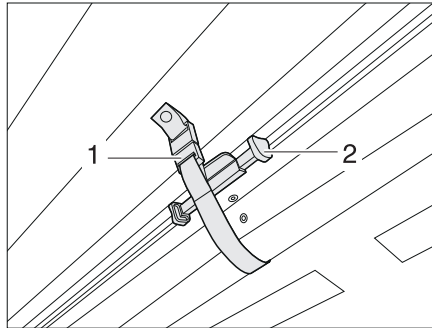

Fig. 13 Aseguramiento del estor plegable de la luna delantera
*Aseguramiento:* ■ Empujar el estor plegable de la luna delantera con el tirador (Fig. 13,2) hacia arriba, hasta que engatille. Asegurar con la cinta de cierre (Fig. 13,1). El estor plegable está asegurado.